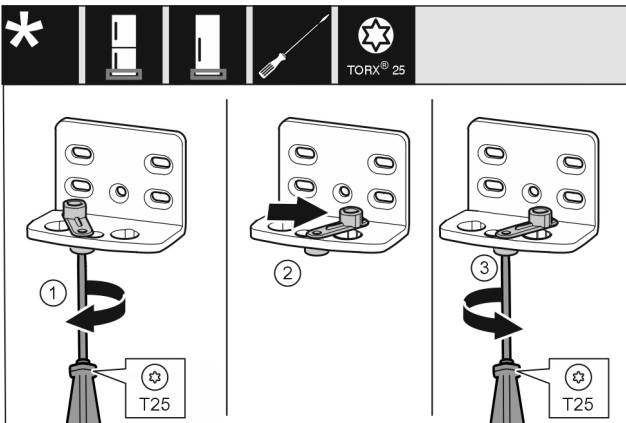

Fig. 11
- Pieskrūvējiet ar skrūvgriezi T25 nenostiprināti skrūvi. Fig. 11 (1)
- Paceliet durvju aizvēršanas palīgierīci un ieskrūvējiet caurumā par 90° uz labo pusi. Fig. 11 (2)
- Pieskrūvējiet ar skrūvgriezi T25 skrūvi. Fig. 11 (3)